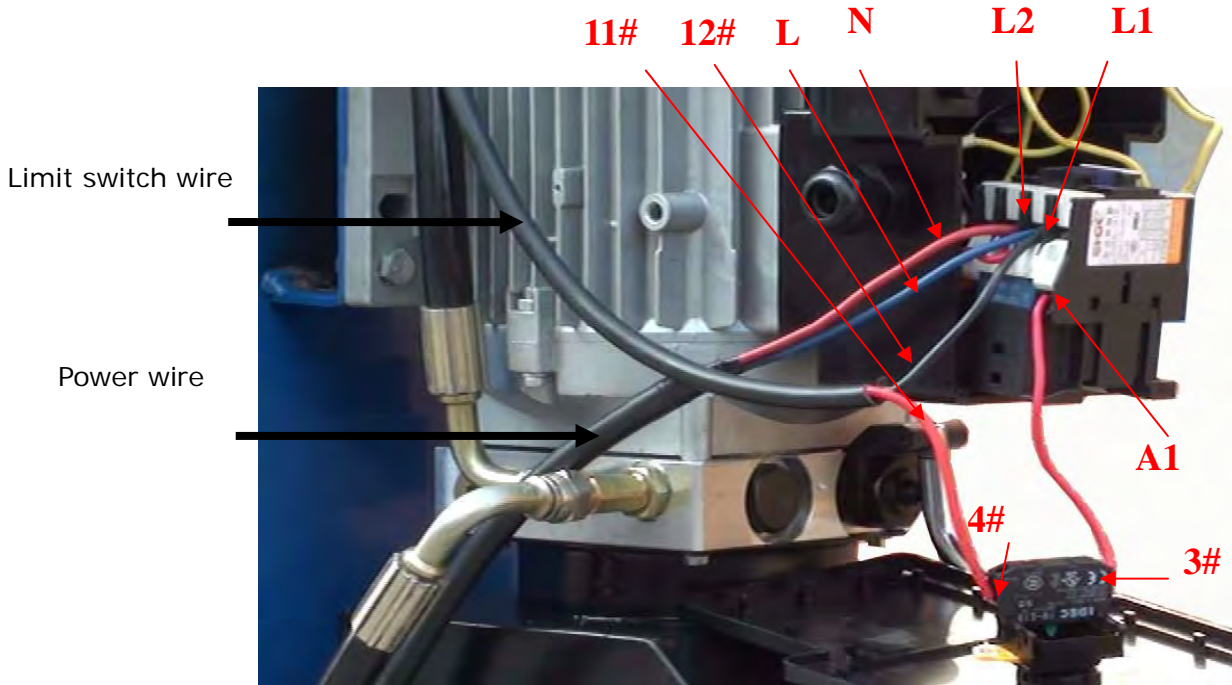

**Fig. 40**
2. Circuit diagram (See Fig. 40)